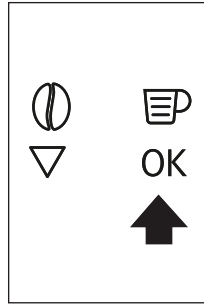

Fig. 10
tenere premuta per almeno 3 secondi l'icona OK (B 11) (Fig. 10) fino a quando appare il messaggio "ITALIANO INSTALLATO". Se si seleziona una lingua non desiderata, seguire le indicazioni descritte nel cap. "Impostazione della lingua". Se invece la vostra lingua non è disponibile, selezionatene una tra quelle presenti nel display. Nelle istruzioni viene presa come riferimento la lingua inglese.
- ▶ Premere l'icona OK (B9) (Fig. 10) e dopo pochi secondi, un po' di acqua fuoriesce dall'erogatore.